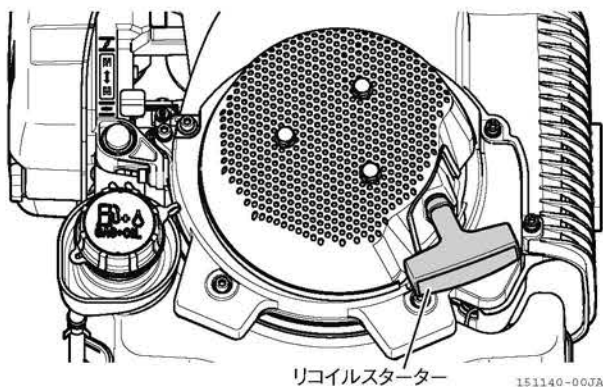

図 2-42 リコイルスターター
3. エンジンが始動したらリコイルスターターをゆっくりと元に戻します。(図 2-42)